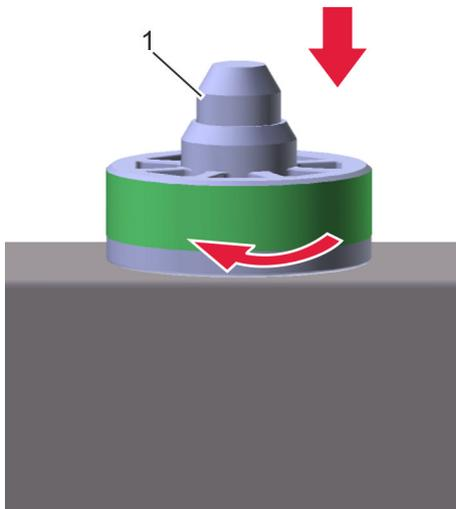

Abb. 66: Arretierung einsetzen
3. → Arretierung auf Ventil (Abb. 66/1) des Heizungsverteilers schrauben.